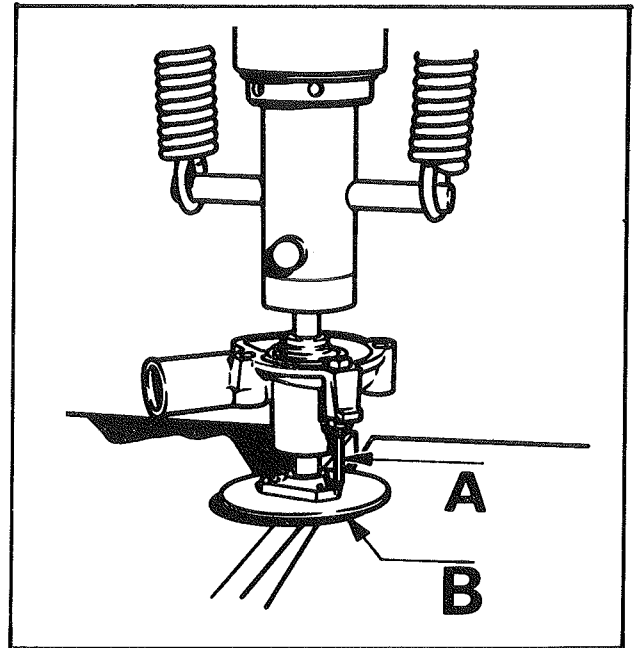

Fig. 7
- Enfiler la pige (A) (fig. 7) de l'outil 20 866 W à travers le trou de la vis de fixation le plus proche de l'axe et la serrer à l'aide du contre-écrou.
- Placer le moyeu sur la contre-plaque (B) (fig. 7) et emmancher l'axe de la pompe à la presse jusqu'à ce que la pige (A) effleure la contre-plaque (B).